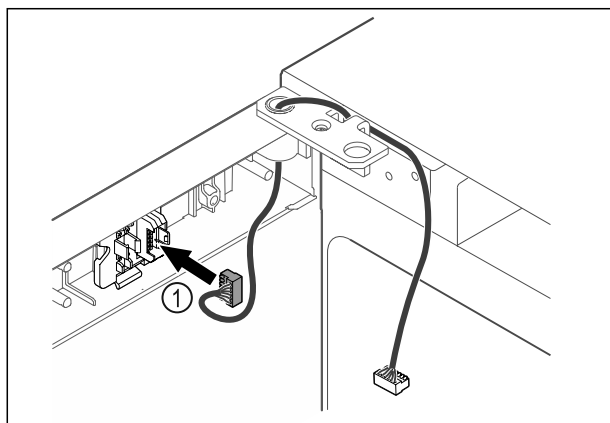

Fig. 48
- Sätt in kontakten Fig. 48 (1) i kontakthållaren.